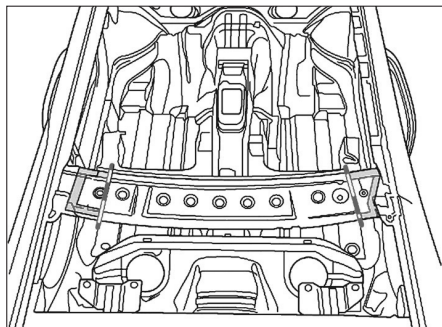

FIG. 39
- Procéder à une découpe grossière au niveau du cadre de pavillon (Fig.39).